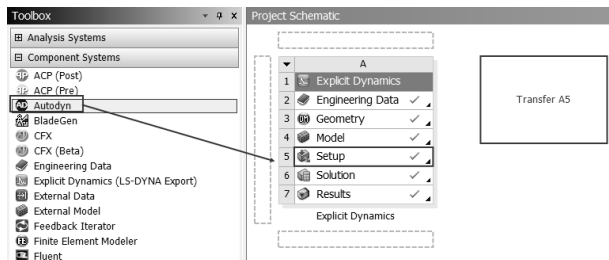

图 11-67 Autodyn 命令
Step1: 如图 11-67 所示, 选择工具箱中的 Component Systems Autodyn 命令, 直接拖曳到项目 A 的 A5 (Setup) 栏中, 此时在项目管理中出现项目 B。